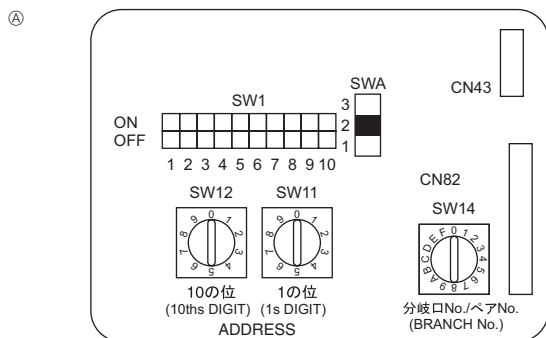

Fig. 6-4
- ③ Télécommande sans fil (lors de l'installation d'un récepteur de signaux sans fil)
- ④ Bloc de sortie du câble de transmission intérieur
- ⑤ Bloc de sortie du câble de transmission extérieur (M1(A), M2(B), ⑥(S))
- ⑥ Télécommande
- ⑦ Récepteur de signaux sans fil
- ⑧ Télécommande sans fil
6.5. Configuration des adresses (Fig. 6-4)